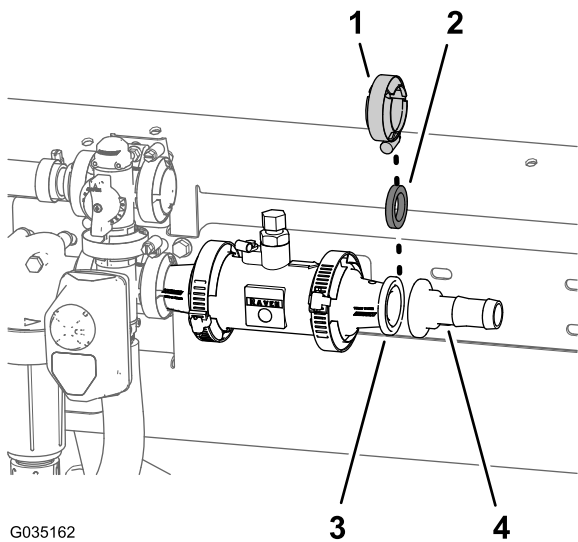

Figura 56
2. Alinee la junta (1-5/16") y el acoplamiento dentado en el extremo del racor reductor (Figura 56).
- Sujete el acoplamiento de la manguera y la junta al adaptador (Figura 56) con la abrazadera para bridas de 51 mm.